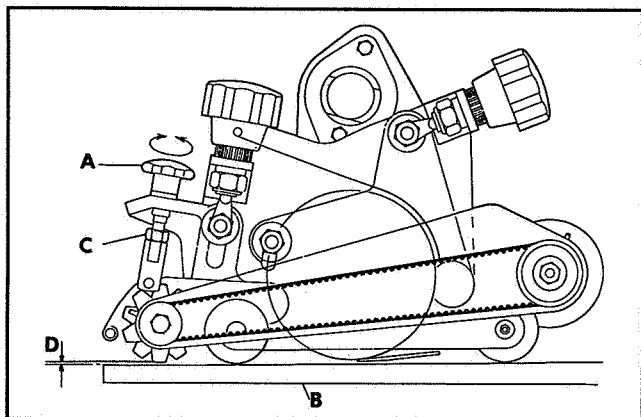

Fig.54
1. Make sure groomer hand wheels are in the down position. (A Fig.54)
2. To set the groomer height use the height of cut setting bar. (B Fig.54) Release the locknuts (C Fig.54) and using hand wheel (A Fig.54) turn in the desired direction (clockwise to raise groomer, anticlockwise to lower groomer.) A packer of the required thickness, up to 5mm can be used on the setting bar to obtain the required groomer height. (D Fig.54)
3. When both sides of the groomer have been adjusted and are parallel retighten the locknuts. (C Fig.54)
1. Sich vergewissern, daß sich die "Verti-Groom"-Handräder in unterer Stellung befinden (A Fig. 54).
2. Zur Höheneinstellung des "Verti-Groom" die Schnitthöhen-Einstellschiene (B Fig. 54) benutzen. Die Sicherungsmuttern (C Fig. 54) lockern und das Handrad (A Fig. 54) in gewünschter Richtung drehen (zum Heben im Uhrzeigersinn, zum Senken im Gegenuhrzeigersinn). Um die geforderte "Verti-Groom"-Höhe zu erhalten, kann eine entsprechende Beilage bis 5 mm Dicke auf der Einstellschiene benutzt werden (D Fig. 54).
1. S'assurer que les manettes de cet accessoire sont en position abaissée (A, Fig. 54).
2. Pour régler la hauteur de coupe, utiliser la règle (B, Fig. 54). Desserrer les contre-écrous (C, Fig. 54), faire tourner la molette (A, Fig. 54) dans le sens souhaité (dans le sens des aiguilles d'une montre pour écarter le cylindre l'accessoire ou dans l'autre sens pour le rapprocher). Il est possible d'introduire une cale d'épaisseur requise (maximum 5 mm) sur la règle pour obtenir la hauteur désirée (D, Fig. 54).
3. Après avoir réglé la hauteur des deux côtés, et après s'être assuré qu'elle est la même, resserrer les contre-écrous (C, Fig. 54).